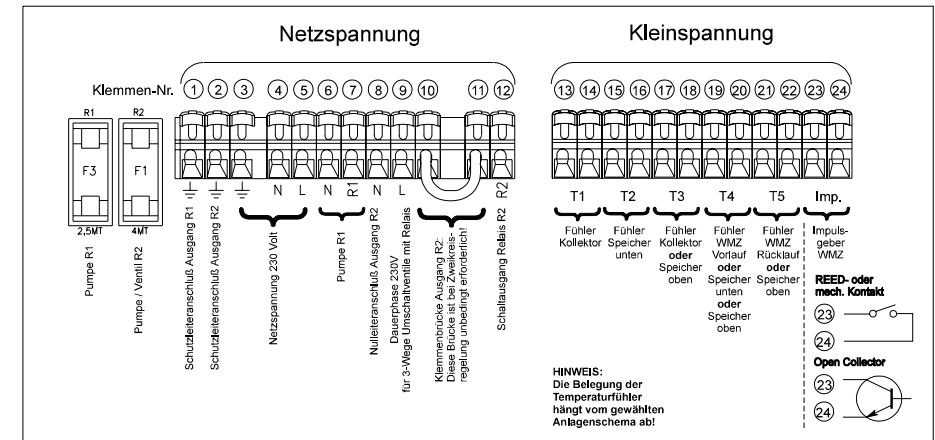

Bild 7: Anschlußklemmen des Systemreglers
Die Netz- und Pumpenanschlussleitung sind an den vorgesehenen Anschlussklemmen (Bild 7, Pos. ① bis ⑫) anzuschließen. Jede Klemme darf nur mit einer Anschlussleitung (bis 2,5mm²) belegt werden. Bei feindrähtigen Leitungen sind Aderendhülsen zu verwenden. Die Leitungen müssen außerhalb des Reglers zugentlastet werden.
Speicher- und Kollektorfühler sind an den vorgesehenen Anschlussklemmen (Bild 7, Pos. ⑬ bis ⑳) anzuschließen. Die Polarität der Fühlerkontakte spielt dabei keine Rolle. Leitungen müssen außerhalb des Reglers zugentlastet werden.
Werden Impulsgeber mit einem "Reed-Schalter" verwendet, ist die Anschlußpolung beliebig. Bei Verwendung einer "Open-Kollektor"-Beschaltung muß auf die richtige Polung geachtet werden (Bild 7).